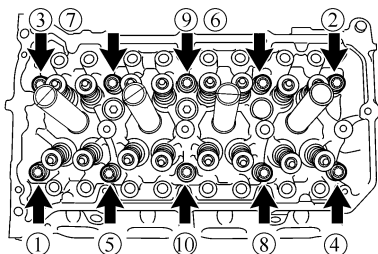

图 1-89 拆卸气缸盖螺栓
22) 拆卸气缸盖分总成。按图 1-89 所示数字顺序，用 10mm 的双六角扳手，分几步均匀地松开并拆下 10 个气缸盖螺栓和 10 个平垫圈。